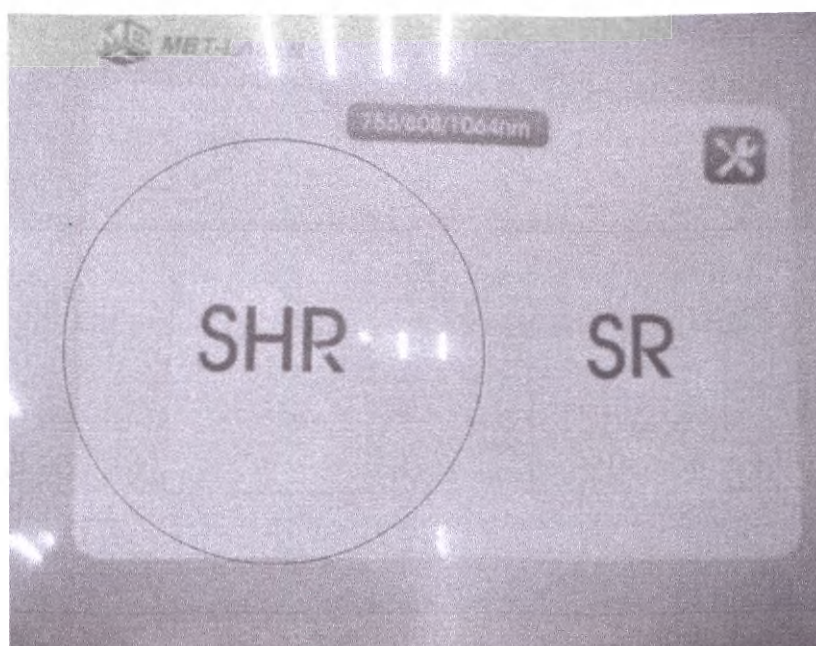

Рис. 3 – Выбор режима SHR
1.SHR манипула в движении ( рис.3) . Этот режим предназначен для чувствительной кожи, а так же, когда Вам нужно обработать в щадящем режиме большую площадь.